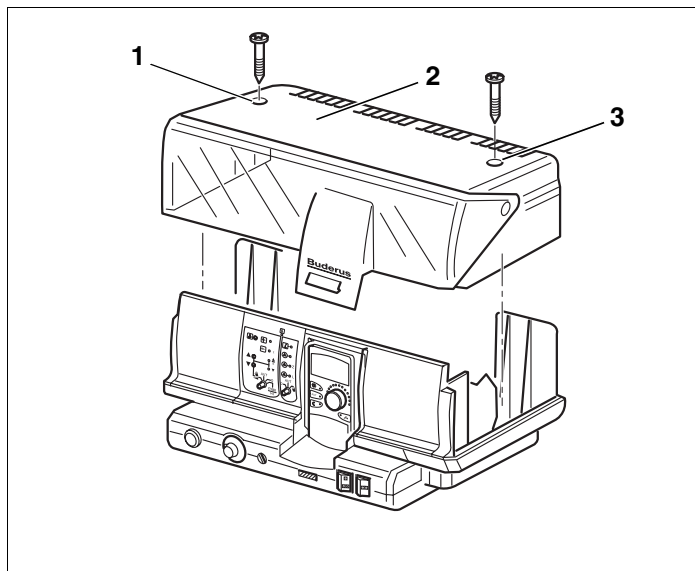

Рис. 14 Демонтаж крышки
- Отверните 2 винта на верхней крышке корпуса (рис. 14, поз. 1 и 3).
- Снимите клеммную крышку (рис. 14, поз. 2).